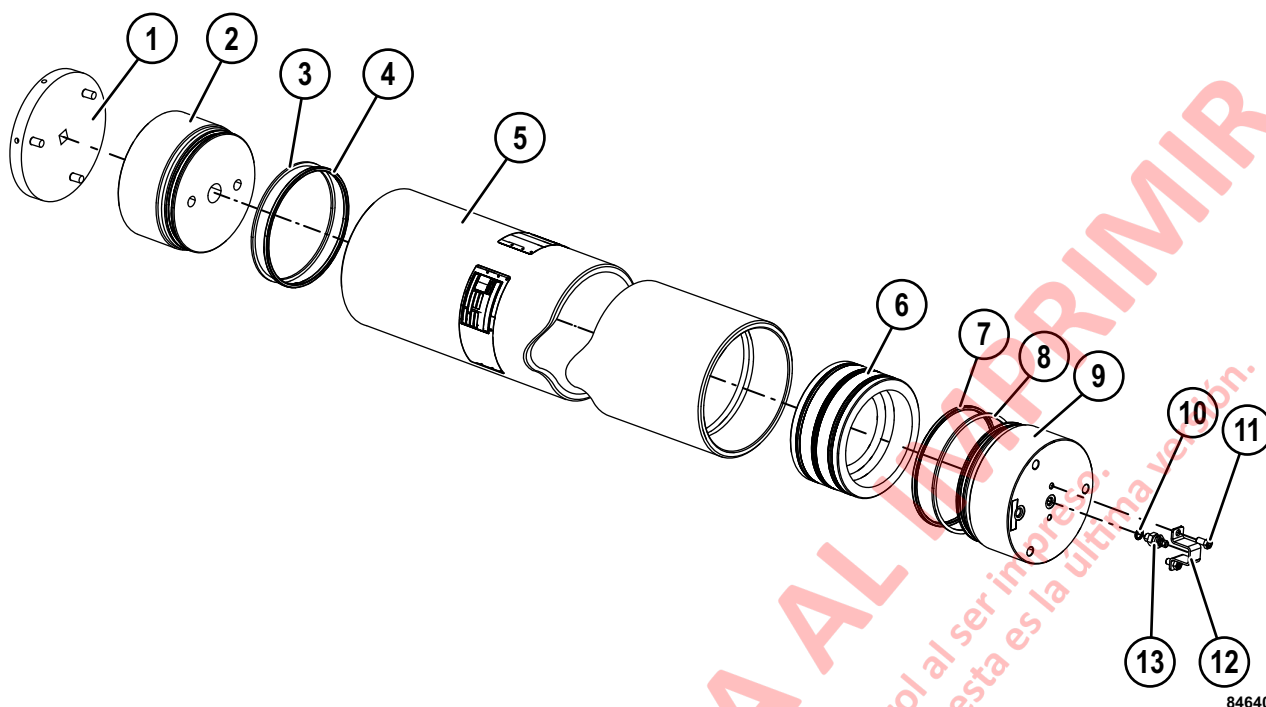

FIGURA 3-22. CONJUNTO DEL ACUMULADOR DE PISTÓN
- a. Saque la válvula de carga (13, Figura 3-22) si aún no lo ha hecho.
2. Con una nueva junta tórica (10), instale la válvula de carga (13) y apriétela a **22 N·m (16.5 lb-ft)**.
2. Retire la válvula de carga (13, Figura 3-22).
2. Inspeccione si la cavidad del cuerpo (5, Figura 3-22) presenta daños. Si tiene rayas u otros daños, reemplácelo con uno nuevo.
4. Instale juntas tóricas nuevas (7, Figura 3-22) y anillos de respaldo (8) en la tapa de la válvula de carga (9). Cubra los sellos con una pequeña cantidad de aceite hidráulico tipo C-4.
5. Instale la tapa de la válvula de carga (9) y apriétela a **529 N·m (390 lb-ft)** con la herramienta del casquillo extremo (1, Figura 3-22).
6. Instale la válvula de carga (13) con una nueva junta tórica (10). Apriete la tuerca hexagonal grande de la válvula de carga a **22,3 N·m (16,5 lb-ft)**.
8. Instale las juntas tóricas (4) y los anillos de respaldo (3) en el casquillo extremo (2). Cubra los anillos con una pequeña cantidad de aceite hidráulico tipo C-4.